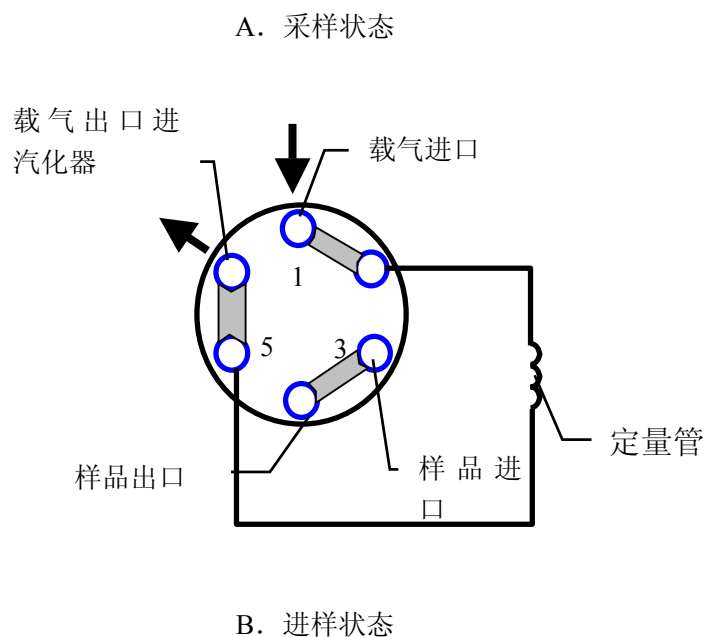

图 5-3 气体进样器（平面六通阀）功能结构示意图
气体进样器（平面六通阀）是 GC7890II 气相色谱仪的选配件，用于气体样品的进样分析。气体进样器（平面六通阀）的结构及工作状态如图 5-2、图 5-3 所示。在采样状态下，气体样品进入气体进样器（平面六通阀）的定量管；在进样状态下，载气将定量管中的样品带入填充色谱柱，完成进样过程。载气流量由载气稳流阀进行设置，载气压力表指示的是填充色谱柱的柱前压力。由于样品处于气体状态，气体进样器通常不必进行温度控制。
3. 参照图 5-2 及图 5-3 连接好载气管道和样品管道。